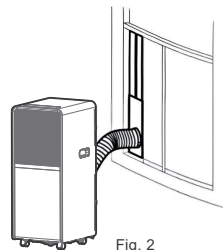
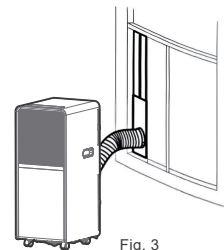

Fig. 2
Fig. 3
2. Zainstaluj waż odprowadzający powietrze, jak pokazano na rys. 2 i rys. 3, i odpowiednio ustaw pozycję okna.
2. Installer, som vist i fig. 2 og fig. 3, avløpsslangen og juster vindusposisjonen deretter.
2. Installera, som visas i fig. 2 och fig. 3, avloppsslangen och justera fönsterpositionen därefter.